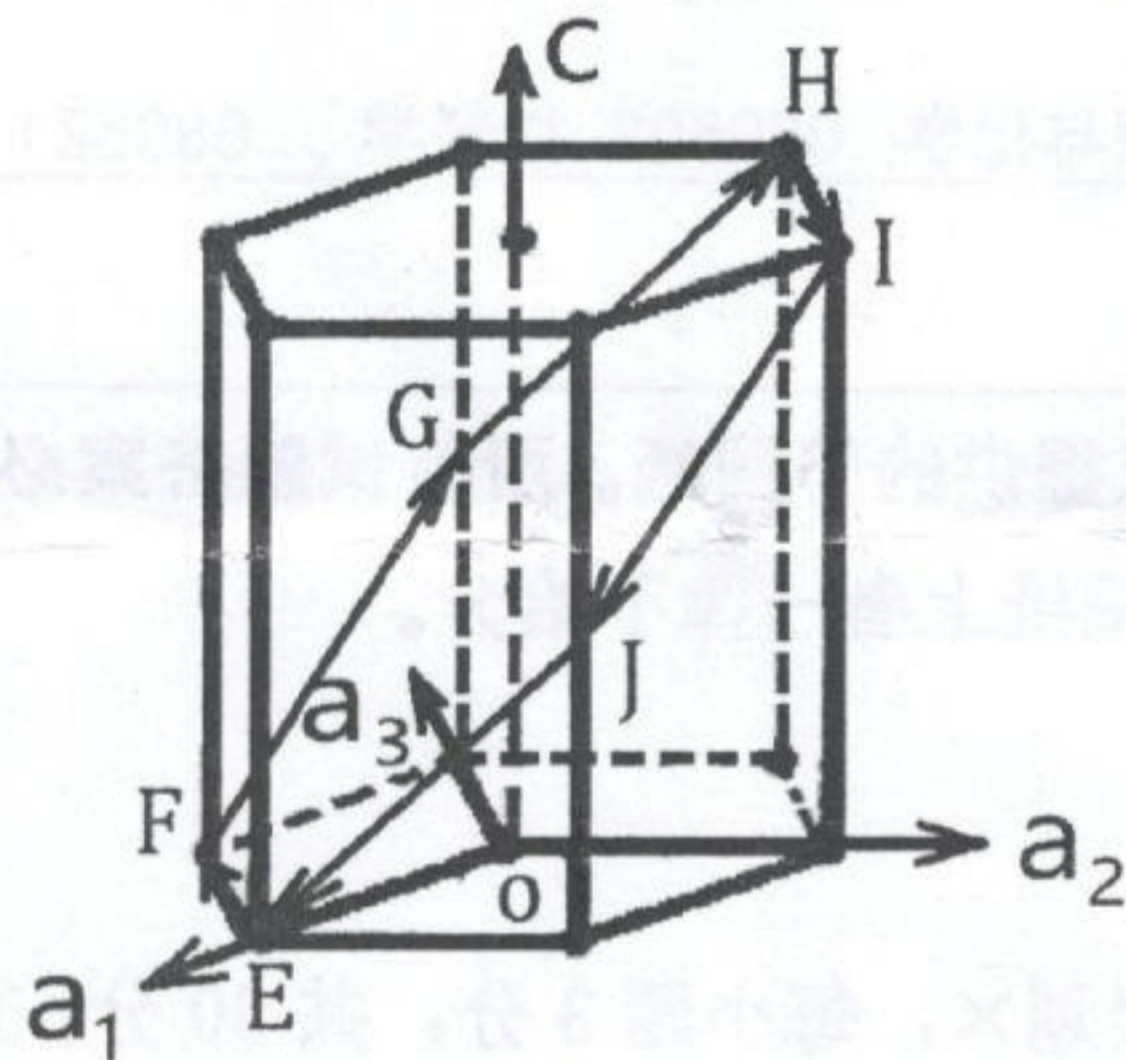

图 1. 第 1 题图
1. (20 分) 写出图 1 所示六方晶胞中 EFGHIJE 晶面、EF 晶向、FG 晶向、GH 晶向、HI 晶向、IJ 晶向、JE 晶向的米勒指数。